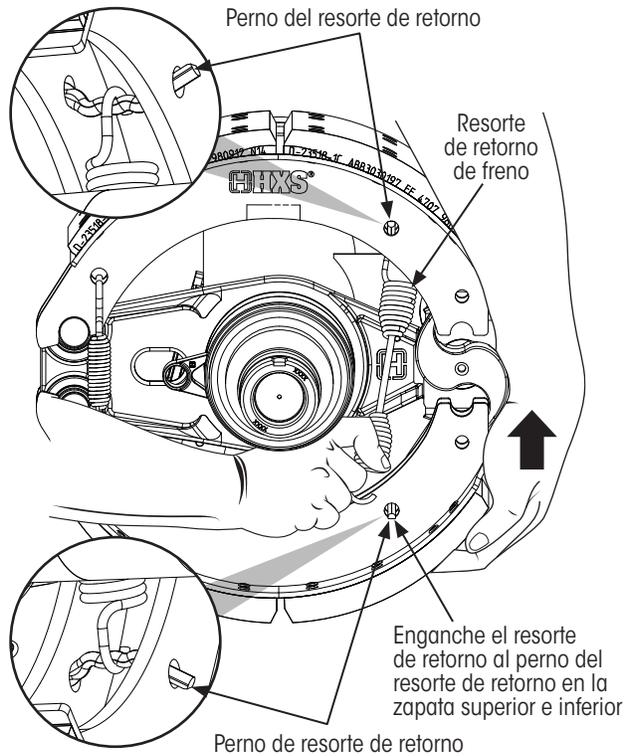

Figura 45: Colocando el nuevo resorte de retorno de freno
5. Si es necesario, **instale** un perno de resorte de retorno (ver Figura 45) en las zapatas de freno superior e inferior de repuesto.
10. Levante la zapata de freno inferior y enganche el resorte de retorno del freno a los pernos del resorte de retorno superior e inferior (Figura 45).
2. Si es necesario, **instale** un perno de resorte de retorno (vea la Figura 45 en la página 31) en las zapatas de freno superior e inferior de repuesto.